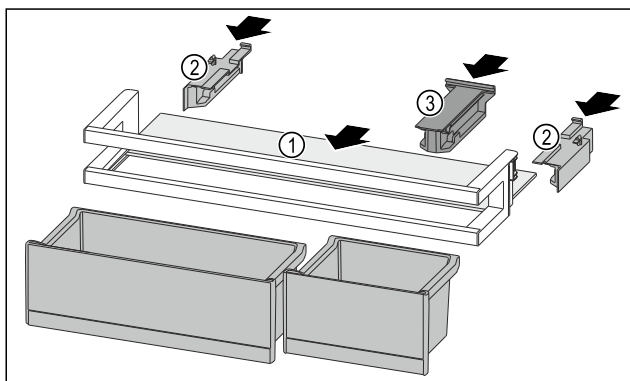

Fig. 88
- Policu za odlaganje Fig. 88 (1) gurnite u bočne otvore.
- Umetnite bočne dijelove Fig. 88 (2).
- Umetnite pridržni dio Fig. 88 (3).